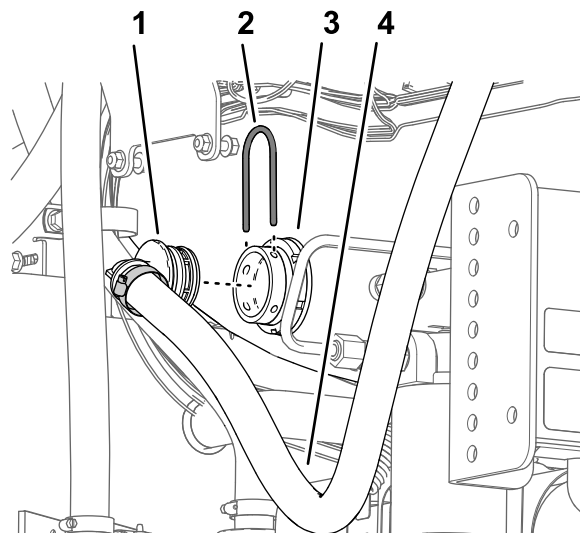

図 61
2. バイパスホースの下端にあるバーブ付き90°フィッティングを液剤タンクのバルクヘッドフィッティングに固定している大きいリターナを取り外す 図 61。